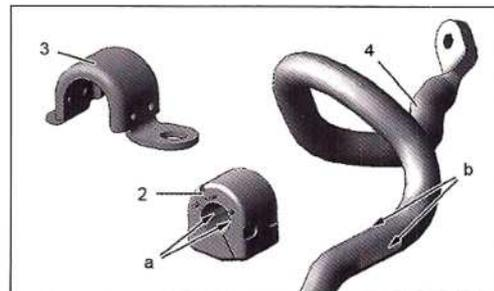

FIG. 17
La barra estabilizadora posee dos apoyos (2) (Fig.17).